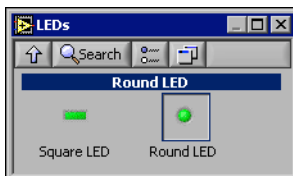

Figura 2-4. Paleta de LED
1. De la paleta **Controls**, seleccione el indicador redondo LED en la paleta de **LED**, el cual se muestra en la Figura 2-4, y col quelo en el panel frontal a la izquierda de la gr fica de forma de onda.